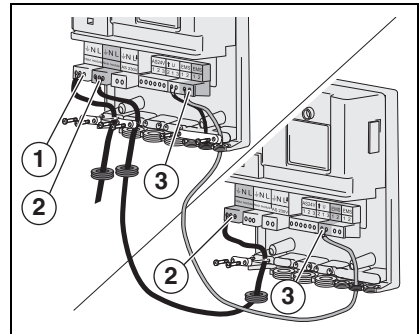

Fig. 4 Branchement de plusieurs modules, raccordement au secteur
Il est possible de relier plusieurs modules (p.ex. EM10 et VM10). Pour relier deux ou plus de modules, il est toujours possible de ponter le raccord du secteur (→ fig. 4, [2]) et le raccord EMS (→ fig. 4, [3]).
- Raccorder le thermostat Logamatic RC au câble du bus EMS (→ fig. 4, [3]).
- Branchez au secteur le raccord 230 VCA (→ fig. 2, [1] et fig. 4, [1]).